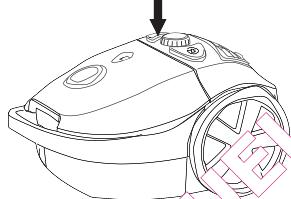

Figura 6 Interruttore di acceso/spento
6. Inserire la spina nella presa e premere l'interruttore di acceso/spento. Per spegnere l'apparecchio, premere nuovamente l'interruttore di acceso/spento (vedere la figura 6).